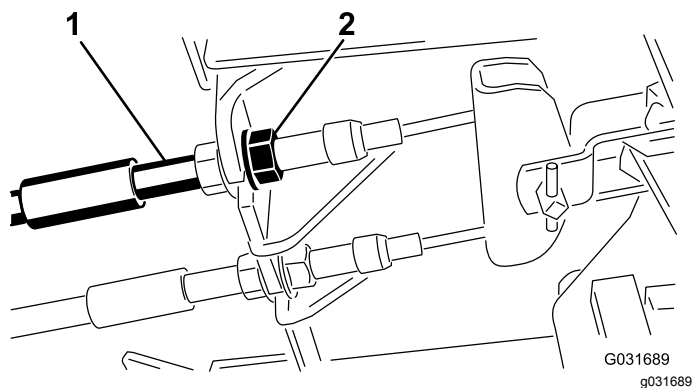

Figura 71
1. Para reducir la holgura de los pedales de freno, apriete los frenos aflojando la tuerca delantera del extremo roscado del cable de freno (Figura 71).